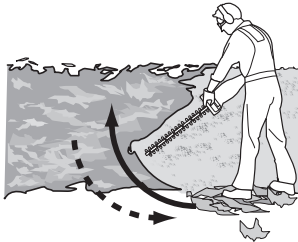

Fig. 6
4. Tenez toujours fermement le produit à deux mains, l'une sur la poignée avant (4) et l'autre sur la poignée arrière (6). N'utilisez jamais ce produit à une seule main.
6. Commencez par couper les côtés, du bas vers le haut. Cela permet d'éviter que les résidus de coupe ne tombent sur le sol de la zone qui reste à couper (Fig. 6).